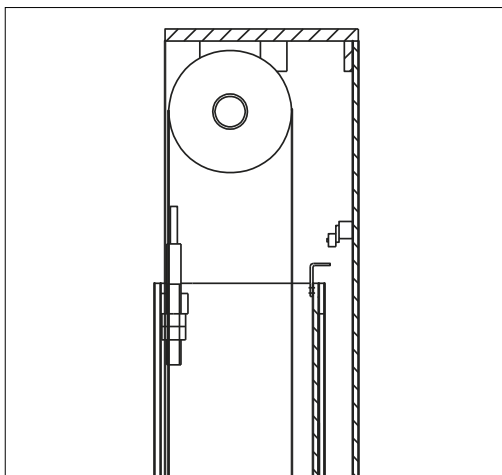

Fig. 14
- ◆ Vid max lyfthöjd stoppar övre ändlägesbrytare lyftet (Fig. 14.)
- ◆ Om rörelsen överskrider slaglängd: extra ändlägesbrytare på övre delen av manöverpelaren manövreras av aktuatoren (Fig. 14) på manöversidans vagn. Om första brytaren inte fungerar löser den andra efter 3 sek.